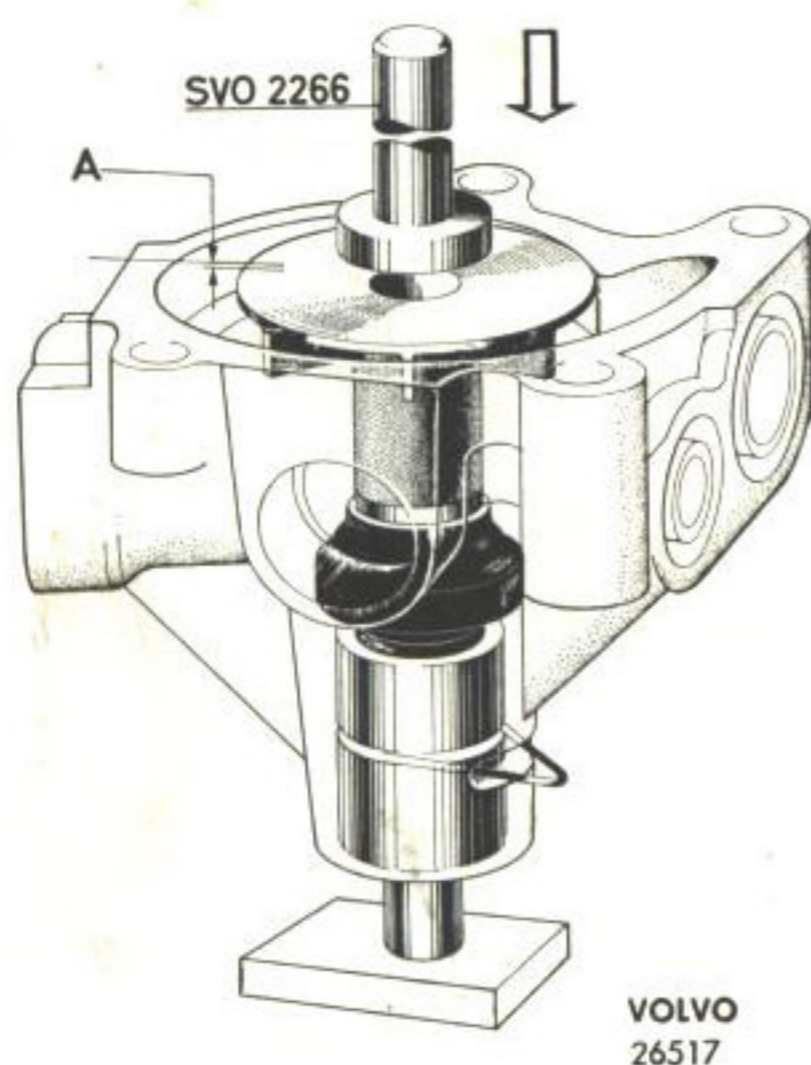

Bild 80. Montering av skovelhjul.
3. Pressa på skovelhjulet med dorn SVO 2266 så långt att hjulet ligger jämnt med eller ned till 0,4 mm under pumphusets plan. Nederändan av axeln skall vila mot ett mothåll. Se bild 80.